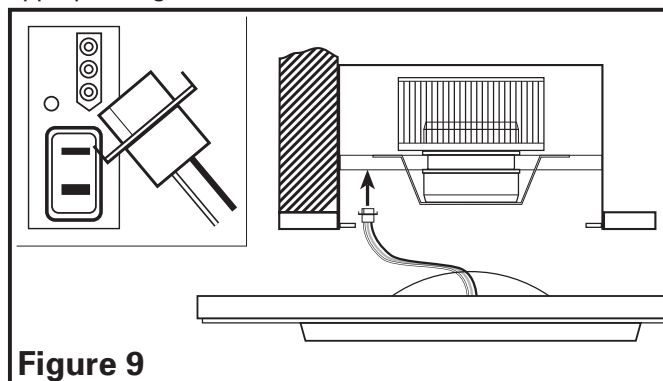

Figure 9
3. Connecter le cordon des socles de lampe dans le réceptacle approprié (**Figure 9**).
3. **Remplacement de l'ampoule:** déconnecter l'alimentation de l'unité. Enlever les lentilles de lampe en verre de la grille en tirant vers le bas sur les lentilles. Elles sont tenues en place avec des onglets dissimulés des deux côtés de la lentille. Il pourrait être nécessaire d'insérer soigneusement un couteau à mastiquer ou un tournevis dans les échancrures autour des lentilles de lampe pour aider à dégager les lentilles de la grille (**Figure 9**). Remplacer l'ampoule principale avec ampoule incandescente d'un maximum de 100 watts, de type A19 à culot moyen. Remplacer la lampe de nuit avec une ampoule d'un maximum de 7 watts (culot de type candélabre). Réinstaller les lentilles en verre en place en insérant les deux onglets raccordés aux lentilles dans les trous dans la grille et en appliquant une pression vers le haut jusqu'à ce que les lentilles s'ajustent fermement en place (**Figure 12**).